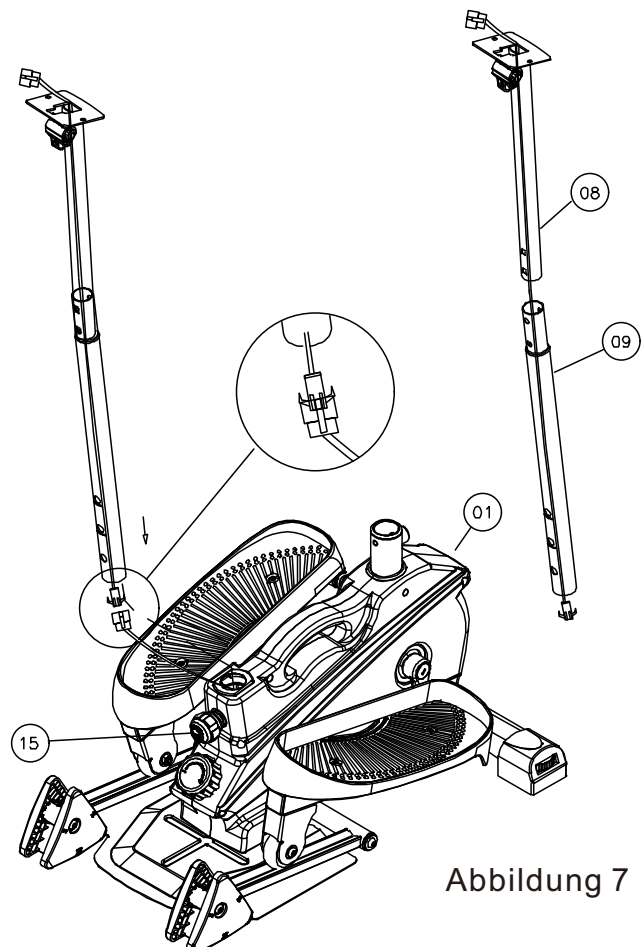

Abbildung 7
7. Verbinden Sie das Hauptrohr 08 am vorderen Ende mit dem Zwischenrohr 09. Führen Sie das Kabel des elektronischen Zählers in das Rohr ein, schließen Sie das Kabel an, stecken Sie es dann in das vordere Loch des Hauptrahmens 01 ein und verriegeln Sie schließlich den Kugelkopf-Federknopf 15. Wie in Abbildung 7 dargestellt: